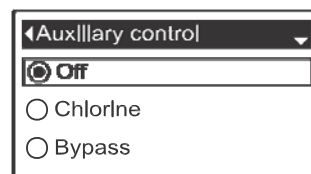

РИС. 74
7. Нажать кнопку ВЫБОР (O) для отображения меню **Дополнительный контроль** (См. Рисунок 74).
8. Если желаемая опция уже отмечена черной точкой напротив неё (См. Рисунок 74), перейти к Шагу 9. В противном случае, нажать кнопки ВНИЗ (▼) или ВВЕРХ (▲), чтобы прокрутить до другой опции, затем нажать кнопку ВЫБРАТЬ (O) чтобы подтвердить её.